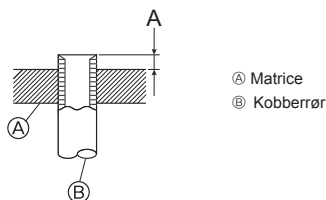

Fig. 4-9
- Ⓜ Benyt følgende fremgangsmåde for at tilslutte rørene på gassiden. (Fig. 4-9)
Skema 3 (Fig. 4-9)